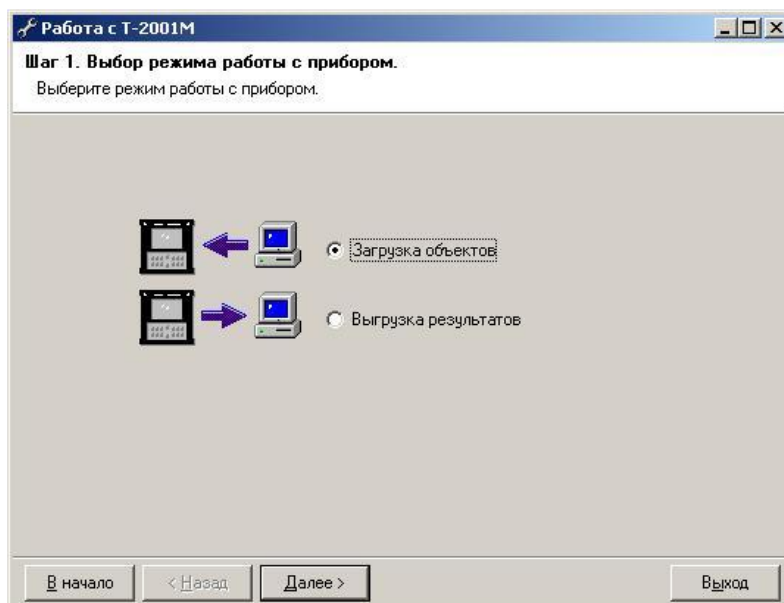
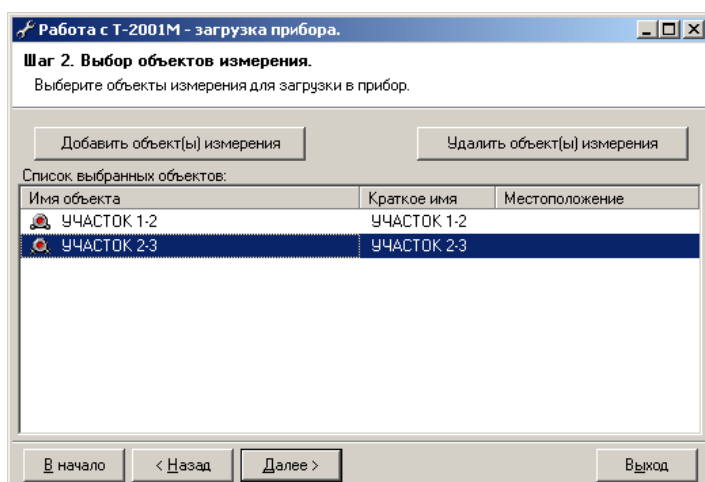

Рис.15. Загрузчик Т-2001М в режиме "Автономная работа".
Рис.16. Ручное добавление объектов.
Для запуска программы необходимо нажать кнопку **"Пуск"** на панели задач компьютера (левый нижний угол), в появившемся меню выбрать строку **"Программы"**, затем строку **"АРМИД 4"**, затем строку **"Модуль работы с Т-2001М"**. Для запуска программы нажать клавишу **Enter**. При отсутствии установленного ПО "АРМИД®" загрузчик течеискателя Т-2001М автоматически переходит в режим **"Автономная работа"** (рис.15).
Для загрузки объектов, как и в случае работы с базой данных, необходимо выбрать пункт **"Загрузка объектов"** (рис.15) и нажать кнопку **"Далее >"**. В случае отсутствия баз **"АРМИД®"** выбор базы данных пропускается, а сразу появляется окно ввода объектов (рис.16).
2. Запустить программу-загрузчик, включить питание течеискателя, в главном окне загрузчика (рис.15) выбрать пункт **"Выгрузка результатов"** и нажать кнопку **"Далее >"**.